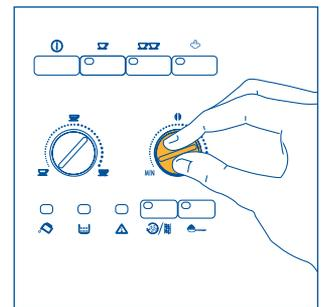

Fig.7
- 2) Regule el mando derecho (fig.7) para configurar el gusto deseado del café. Cuanto más lo gire hacia la derecha, mayor será la cantidad de granos de café que la máquina molerá y, por consiguiente, el gusto del café será más fuerte. La primera vez que se use la cafetera habrá que hacer varios cafés hasta encontrar la posición correcta del mando. Procure no girar totalmente hacia la derecha el mando porque el café podría salir muy lentamente (a gotas), especialmente cuando se desean servir dos tazas de café.
NOTA 2: si el café sale muy rápido y la crema no le satisface, gire un poco el regulador derecho (fig. 7) hacia la derecha. Haga varios cafés para determinar la posición correcta del regulador. No gire mucho hacia la derecha porque el café podría salir muy lentamente (a gotas), especialmente cuando se desean hacer dos tazas de café. Si después de algunos cafés no obtiene una crema que le satisfaga, gire también el regulador del molido (fig.17) una posición hacia la izquierda (véase § 6).